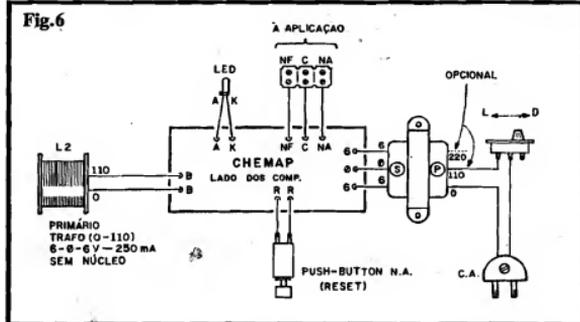

Fig.6
- FIG. 6 - CONEXÕES EXTERNAS À PLACA DA "FECHADURA" - Comparando inicialmente com a figura 3 ("chapeado"), temos agora a placa, ainda vista pela sua face não cobreada, porém enfatizando-se as ligações periféricas (externas). Os pontos que merecem maior cuidado referem-se às ligações ao transformador de força (verificar, inclusive, a opção de conexão para rede de 110 ou de 220V, junto ao primário (P), ao LED (atenção à identificação dos terminais do componente), ao conectores de saída/utilização (observar a codificação das funções "NF-C-NA"...). As ligações à bobina L2 (pontos "B-B") e ao push-button de RESET (pontos "R-R") são diretas e sem codificações especiais... Tanto durante a fase do "chapeado" (fig. 3), quanto nas conexões externas, sempre que surgirem dúvidas de identificação, o Leitor/Hobbysta deve recorrer ao TABELÃO APE, encarte permanentemente situado lá nas nossas primeiras páginas, junto à História em Quadrinhos... Também nessas duas fases da montagem, tudo deve ser "super-conferido" ao final, antes de serem "amputadas" as sobras de terminais, pontas de fios, etc... Ve-